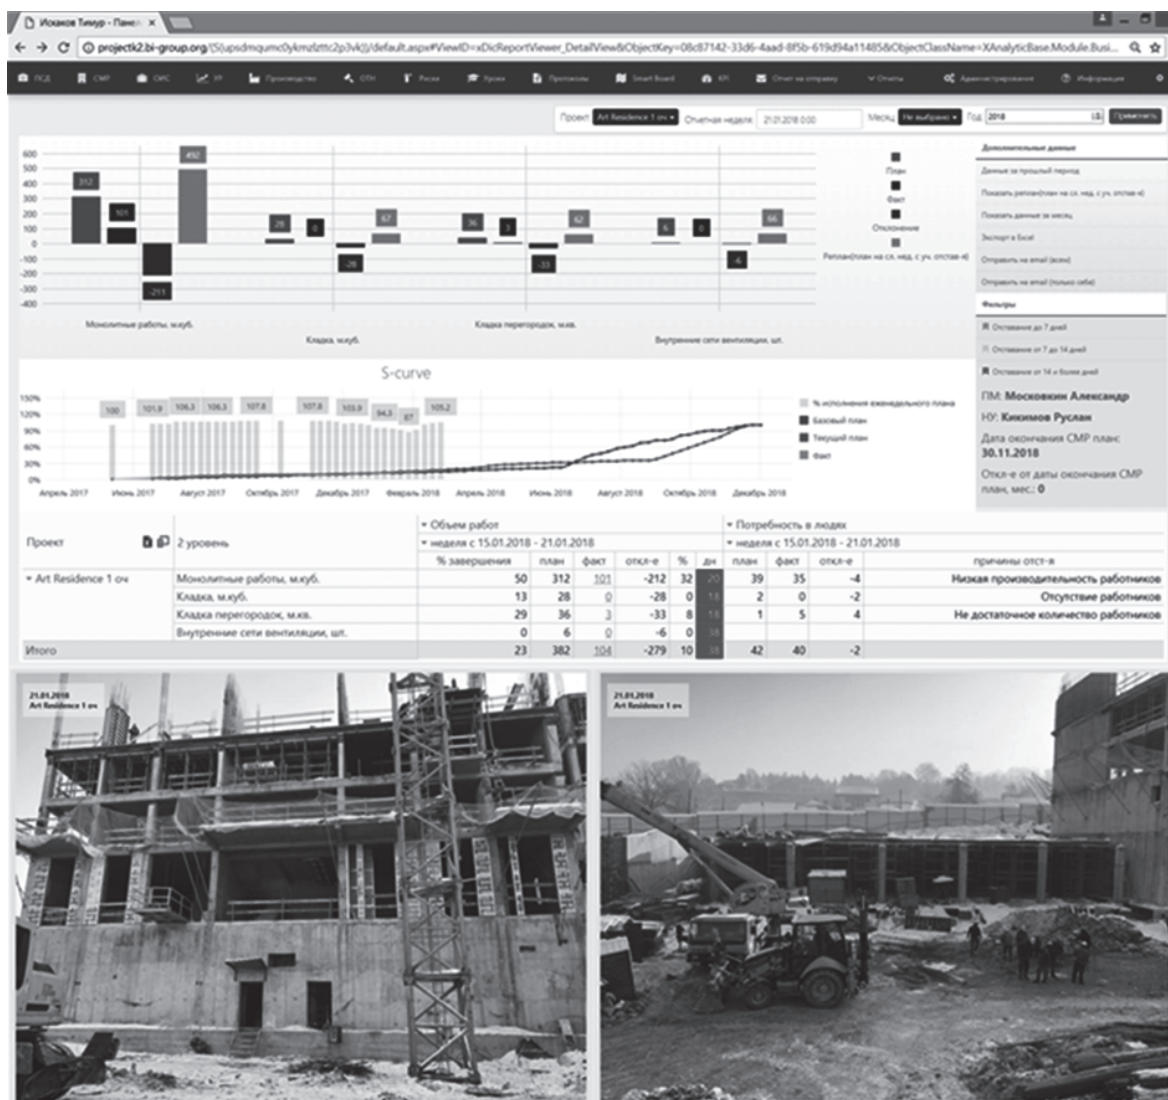

Рис. 2. Еженедельный отчет
*Dash Board* состоит из четырех частей: сверху — столбиковая диаграмма, которая визуализирует план, фактный анализ выполнения объемов работ за отчетную неделю, затем идет S-кривая всего проекта, содержащая тренд базового плана, текущего план и тренд факта, затем — табличная часть план-фактного анализа с отражением отставаний в днях с применением светофора и анализ трудовых ресурсов. При наличии отставаний — причины этих отставаний. Четвертая часть — это фотоотчет (рис. 2). Автоматическая рассылка обеспечивает всех заинтересованных лиц регулярным получением информации о проекте. Тем самым